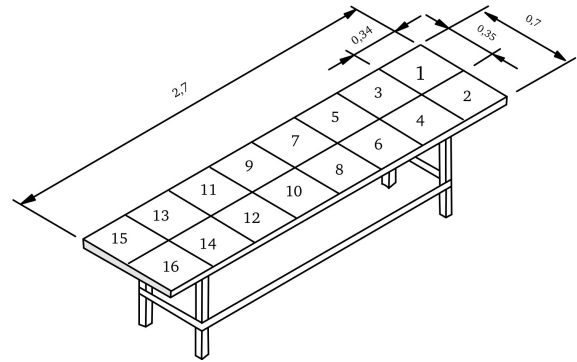

Figura 2: Posicionamiento de puntos de medición
2. Usando la escala de 2000 lx ubicar el luxómetro en dieciséis puntos distribuidos geoméricamente en la superficie de la mesa de trabajo. Ver figura 2. Al centro de cada cuadrícula tomar las medidas correspondientes con el luxómetro y registrarlas en la siguiente tabla 1. Son aproximadamente iguales las mediciones de iluminación de los dieciséis puntos? _____ Explique, ¿por qué? _____